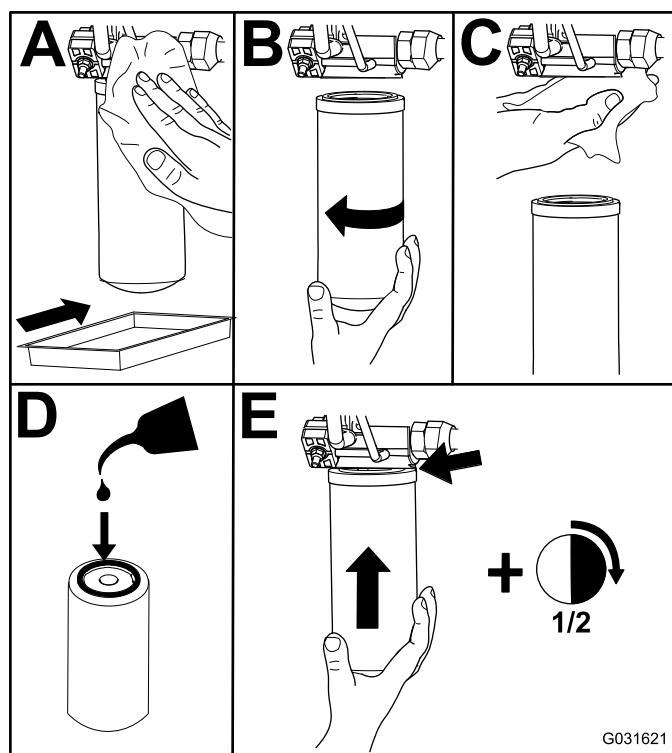

Bild 84
- Tauschen Sie die Hydraulikfilter aus (Bild 84).